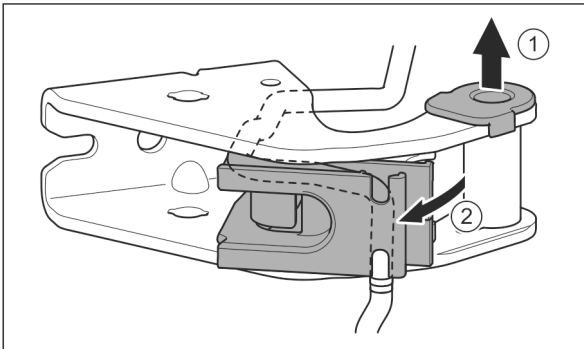

Fig. 24
- ▶ Витягніть із напрямної опорну втулку. Fig. 24 (1)
- ▶ Поверніть вбік тримач кабелю. Fig. 24 (2)